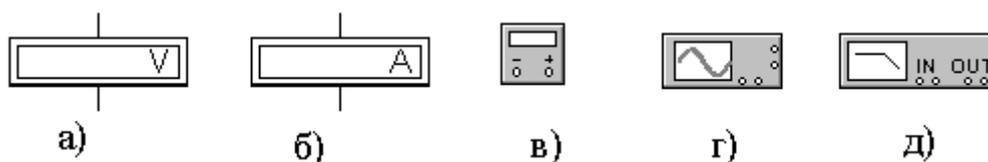
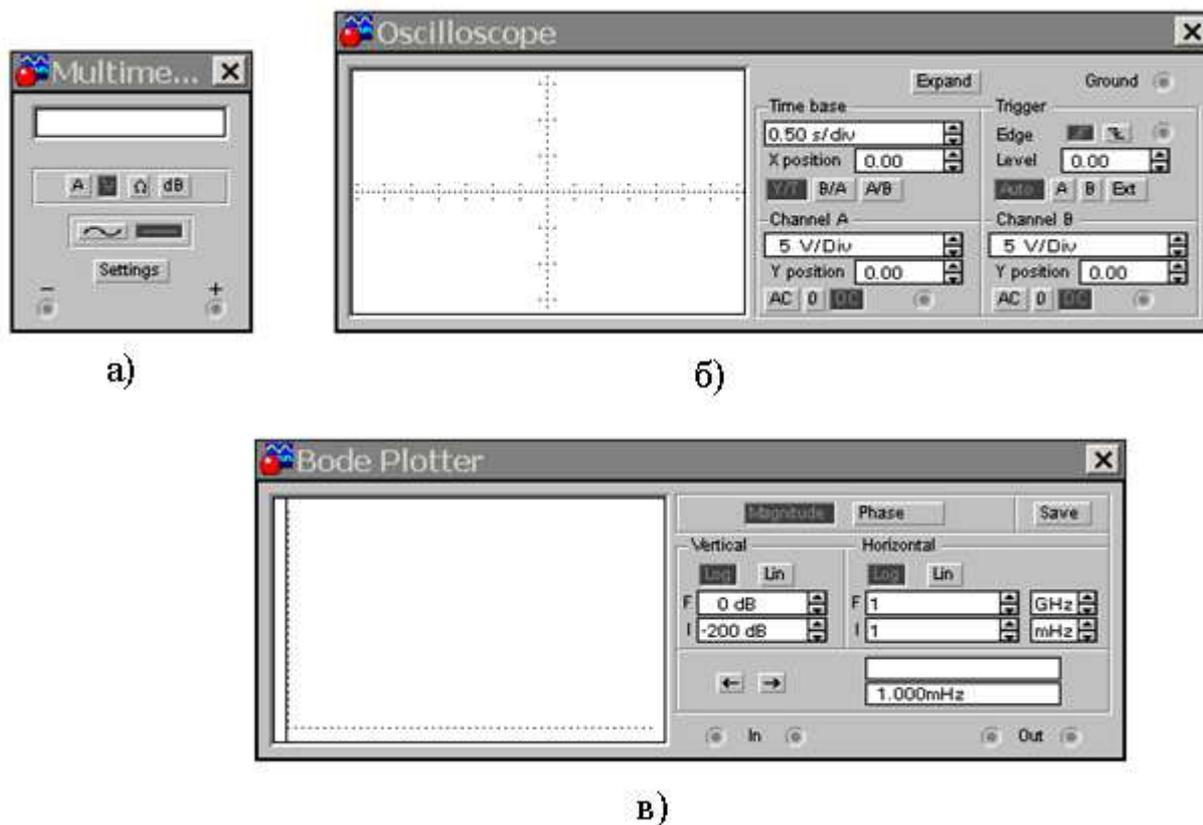

Рисунок 1.8 – Условные изображения вольтметра (а), амперметра (б), мультиметра (в), осциллографа (г), плоттера (д)
Рисунок 1.9 – Увеличенное изображение мультиметра (а), осциллографа (б), плоттера (в)
**Вольтметр** (рис. 1.8, а) используется для измерения напряжения. Выделенная толстой линией сторона прямоугольника соответствует отрицательной клемме. Двойным щелчком мыши на изображении открывается диалоговое окно для изменения вида измеряемого напряжения и величины внутреннего сопротивления вольтметра. Величина внутреннего сопротивления вводится с клавиатуры в строке *Resistance*, вид измеряемого напряжения (опция *Mode*) выбирается из списка. При измерении переменного синусоидального напряжения (*AC*) вольтметр показывает действующее значение напряжения. Внутреннее сопротивление вольтметра 1 МОм установлено по умолчанию. Это значение можно изменить, однако использование очень высокого внутреннего сопротивления вольтметра в схемах с низким выходным импедансом может привести к математической ошибке во время моделирования работы схемы.
**Амперметр** (рис. 1.8, б) служит для измерения переменного и постоянного тока. Использование амперметра с очень маленьким внутренним сопротивлением в схемах с высоким выходным импедансом может привести к математической ошибке во время моделирования работы схемы.
Двойным щелчком мыши на условном изображении (рис. 1.9, в) открывается увеличенное изображение мультиметра (рис. 1.9, а).
**Осциллограф** аналогичен вполне промышленному двулучевому запоминающему осциллографу и имеет две модификации: простую и расширенную. Изображение простой модели осциллографа (рис. 1.9, б) открывается двойным щелчком мыши по его условному изображению (рис. 1.8, г).
**Бодеплоттер** (рис. 1.8, г) используется для получения амплитудно-частотных (АЧХ) и фазочастотных (ФЧХ) характеристик схемы. Бодеплоттер измеряет отношение амплитуд сигналов в двух точках схемы и фазовый сдвиг между ними. Отношение амплитуд сигналов может измеряться в децибелах. Для измерения Бодеплоттер генерирует собственный спектр частот, диапазон которого может задаваться при настройке прибора. Частота любого переменного источника в исследуемой схеме игнорируется, однако схема должна включать какой-либо источник переменного тока.
Увеличенное изображение Бодеплоттера открывается при двойном щелчке мышью по его уменьшенному изображению (рис. 1.9, в). Верхняя панель плоттера задает вид получаемой характеристики: АЧХ или ФЧХ. Для получения АЧХ следует нажать кнопку *Magnitude*, для получения ФЧХ – кнопку *Phase*. Левая панель управления (*Vertical*) задает начальное (*I* – initial) и конечное (*F* – final) значения параметров, откладываемых по вертикальной оси, а также вид шкалы вертикальной оси – логарифмическая (*LOG*) или линейная (*LIN*). Правая панель управления (*HORIZONTAL*) настраивается аналогично.